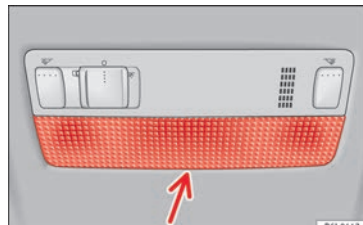

Abb. 121 Leseleuchte vorne.
- Das flache Ende eines dünnen Schraubendrehers zwischen Gehäuse und Glas einführen » Abb. 121.